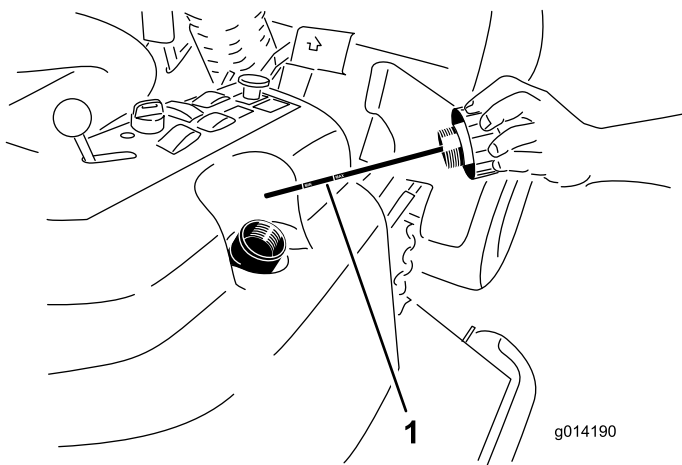

Figura 42
2. Retire el tapón de llenado de aceite hidráulico (Figura 42) del cuello de llenado.
3. Retire la varilla y límpiela con un paño limpio (Figura 42).
4. Introduzca la varilla a fondo en el cuello de llenado; luego retírela y compruebe el nivel del aceite (Figura 42).